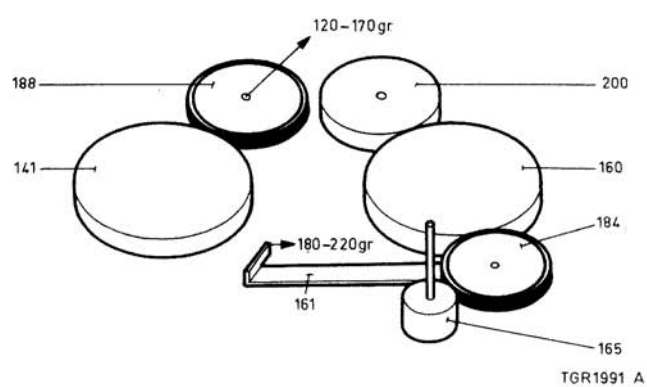

Fig. 25
Controle van de aandrukkracht van tussenwiel pos.184 tegen de rechter spoelschotel pos.160, zie fig.25
De kracht nodig om tussenwiel pos.184 juist van de rechter spoelschotel en het vliegwiel te lichten moet 180 tot 220 g be- dragen. Dit meten op beugel pos.161, zie fig.25. Wijkt deze kracht te veel af dan moet veer pos.159 vervangen worden.
- Tussenwiel pos.188 moet nu zodanig worden ingesteld dat deze zich juist in het midden bevindt t.o.v. de linker spoel- schotel pos.141 en tussenwiel pos.200. (Tussenwiel pos.200 moet tegen de rechter spoelschotel pos.160 aanliggen.) Dit is in te stellen door met behulp van een schroevendraaier beugel pos.234 te verbuigen.
- De kracht nodig om tussenwiel pos.188 juist van de linker spoelschotel te lichten in de stand "rewind" moet tussen de 120-170 g bedragen.
- Dit meten op het asje van tussenwiel pos.188, zie fig. 25.
- Wijkt bovengenoemde waarde te veel af dan moet veer pos.186 vervangen worden.